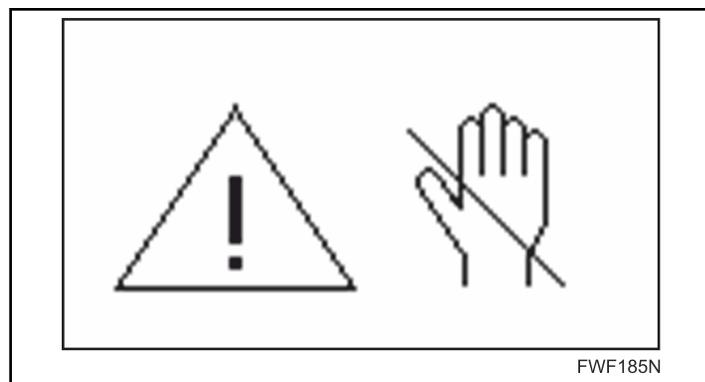

Figura 14
- Mientras se mantenga la presión, se visualizará el mensaje de advertencia, consulte la *Figura 14* .
- Mientras se mantenga la presión, se visualizará el mensaje de advertencia, consulte la *Figura 14* que se muestra.
- Cuando se libera la barra de seguridad, sigue visualizándose el mensaje de advertencia (consulte la *Figura 14*).
- > SIN INTERVENCIÓN: el mensaje de advertencia (consulte la *Figura 14*) se mantiene activo; la unidad de planchado no se activa; el ventilador de extracción está en funcionamiento.
- Mientras se mantenga la presión, se visualizará el mensaje de advertencia, consulte la *Figura 14*.
- Cuando se libera la barra de seguridad, sigue visualizándose el mensaje de advertencia (consulte la *Figura 14*);
- Mientras se mantenga la presión, se visualizará el mensaje de advertencia (consulte la *Figura 14*).
- Cuando se libera la barra de seguridad, sigue visualizándose la advertencia (*Figura 14*);